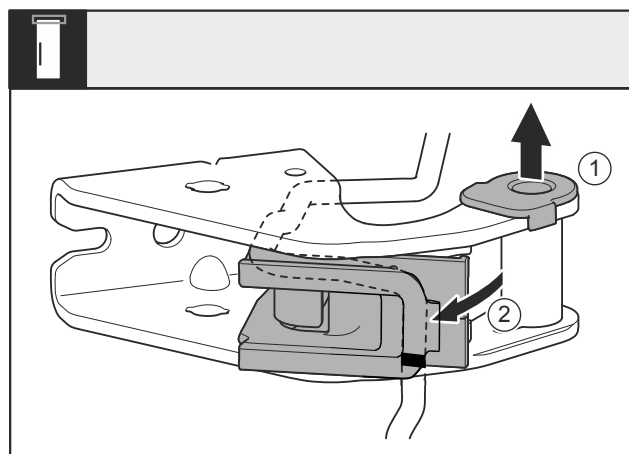

Fig. 16
- Retirer le coussinet Fig. 16 (1) du guide.
- Faire pivoter le support de câble Fig. 16 (2).